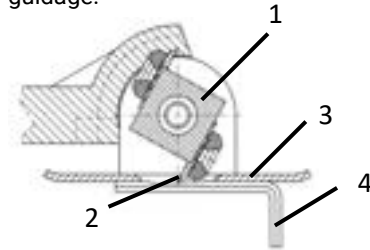

Fig. 11 : Réglage des couteaux
- > Remplacez le couteau (2 – Fig. 11) si nécessaire.
- > Tournez le cylindre (1 – Fig. 11) de manière à ce que le couteau dépasse au maximum à travers la plaque de guidage (3 – Fig. 11).
- > Placez la clé Allen (4 – Fig. 11) sur la plaque de guidage de sorte que l'encoche ayant la profondeur de coupe souhaitée se trouve sous la lame.